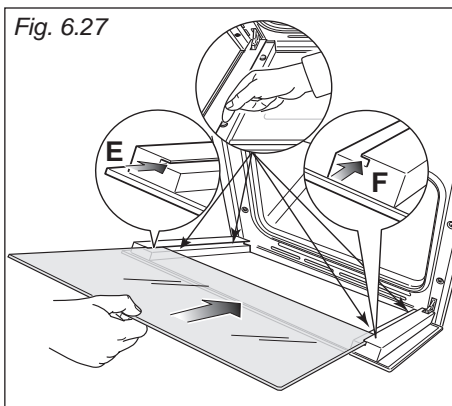

Fig. 6.28
- Inserire il vetro nelle guide "E" ed "F" (fig. 6.27) e farlo scorrere dolcemente fino ai fermi "H" (fig. 6.28).